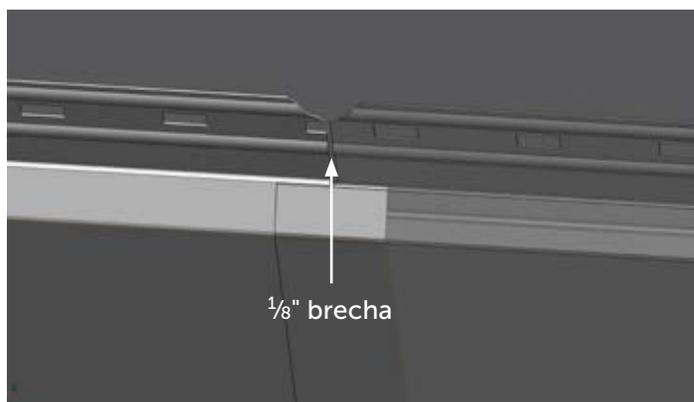

Figura 24.1
**OPCIÓN 1:** Deslice la lengüeta de  $\frac{1}{2}$ " dentro del panel, pero deje un  $\frac{1}{8}$ " espacio junto al reborde de clavado. Esta opción le dará el mayor solapamiento y cerrará al máximo la muesca inferior del revestimiento. Utilice siempre esta opción cuando instale el panel en la pared. [FIGURA 24.1]